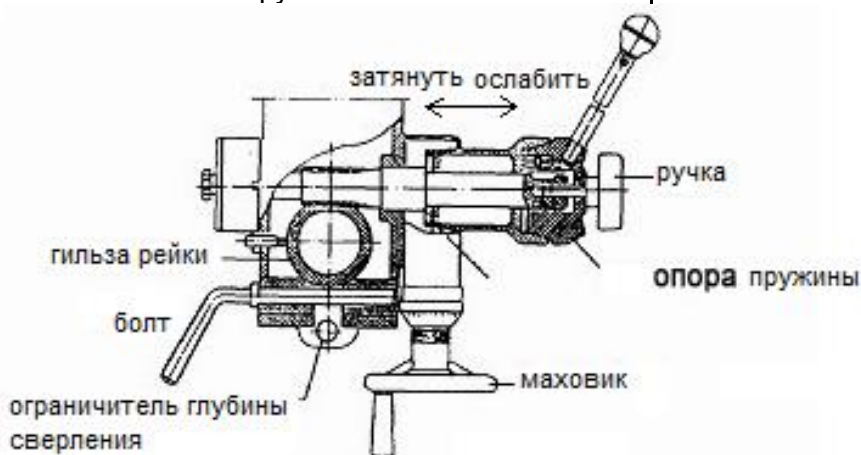

Рис. 2
(1) Подготовка к сверлению (см. Рис. 2)
2) Подготовка к фрезерованию (см. Рис.2)